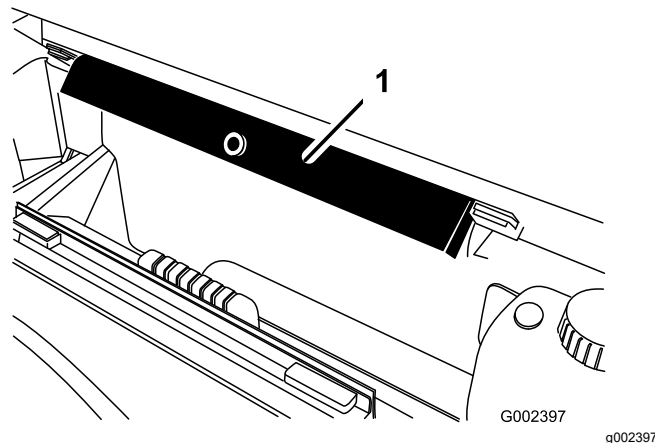

図 83
10. ROPS パネルの後ろについている保管用ブラケットから荷台サポート安全サポートを取り外す 図 83。